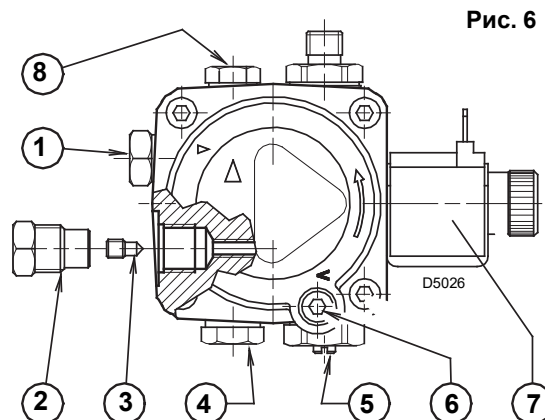
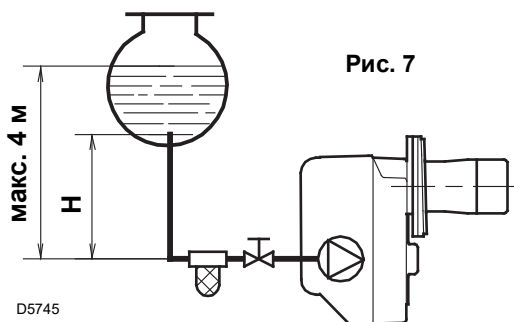

Рис. 6
Рис. 7
Для работы в режиме одноходовой системы необходимо открутить колпачок обратного контура (2), снять перепускной винт (3) и затем закрутить колпачок (2), (см. рис. 6).
В системе на рис. 7 достаточно ослабить штуцер вакуумметра (5, рис. 6) и подождать, пока начнет вытекать топливо.
Для выполнения изменений поверните винт (6, рис. 6, стр. 4).